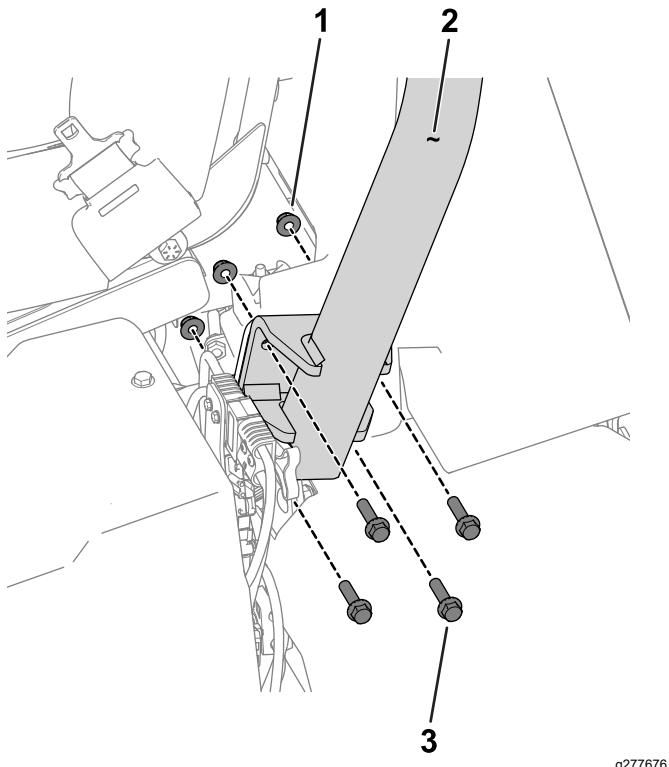

Bild 3
3. Verwenden Sie 8 Sechskantschrauben (3/8 x 1 1/2") und 8 Muttern (3/8"), um den Überrollbügel an den Überrollbügelhalterungen auf jeder Seite der Maschine zu befestigen (Bild 3).